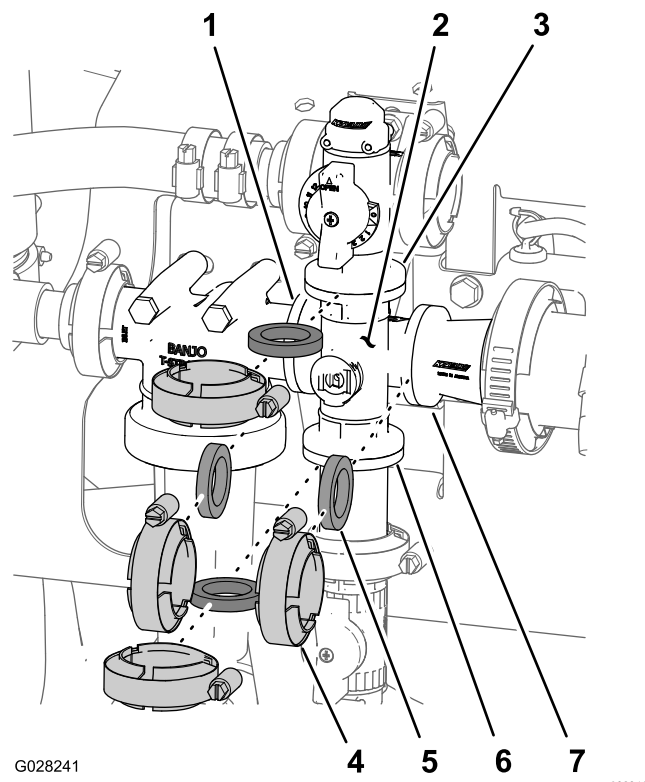

Рисунок 134
1. Снимите хомуты и прокладки крепления коллектора клапана перемешивания к перепускному клапану перемешивания, головке фильтра линии нагнетания, переходной муфте и переходному штуцеру (дроссельного клапана перемешивания), как показано на Рисунок 134.